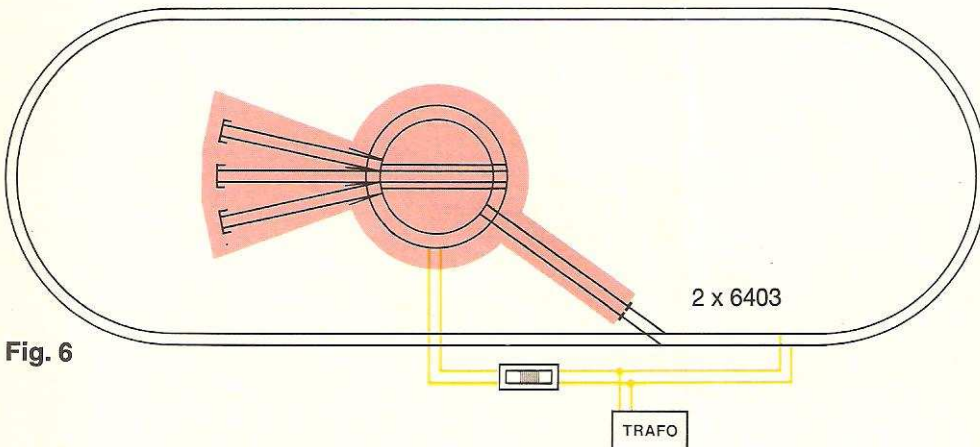

Fig. 6
**Operation of the layout with one transformer:** It is possible to operate the whole layout with just one transformer. As before all lines to the turntable area are cut off with two isolating fish plates 6403. Current is fed into the line. The turntable is also fitted with a switch 6904/6924 or a pause switch 6905 (Fig. 6).
**Alimentation du réseau au moyen d'un seul transformateur:** Il est également possible de n'utiliser qu'un seul transformateur pour l'entièreté du réseau. Toutefois, la règle reste la même: il faut aussi placer 2 éclisses isolantes 6403 dans chaque voie aux approches de la plaque tournante. Le courant de traction est évidemment envoyé dans les voies du réseau proprement dit, tandis que le courant de traction vers la plaque tournante est fourni à celle-ci par l'intermédiaire d'un inverseur 6904/6924 ou d'un inverseur momentané 6905 (fig. 6).
**Werking van de installatie met 1 regel-transformator:** Het is ook mogelijk, de totale installatie met een trafo uit te voeren. Ook hier zijn alle rails bij de overgang van het draaischijfbereik tot de installatie door 2 isolatie-railverbindingen 6403 elektrisch te scheiden. De installatie wordt met rijspanning gevoed. De draaischijfbrug wordt aansluitend over een ompoolschakelaar 6904/6924 of moment-ompoolschakelaar gevoed (Fig. 6).
Det är också möjligt, att förse hela anläggningen med ström från en trafo. Också här skall alla spår skiljas vid övergången från våndskiveområdet till an-läggningen genom 2 isoleringsskärvar 6403. Körströmmen matas in i anläggningen. Våndskivans vridbrygga matas dessutom över en polvändare 6904/6924 eller momentströmbrytare 6905 (fig. 6).